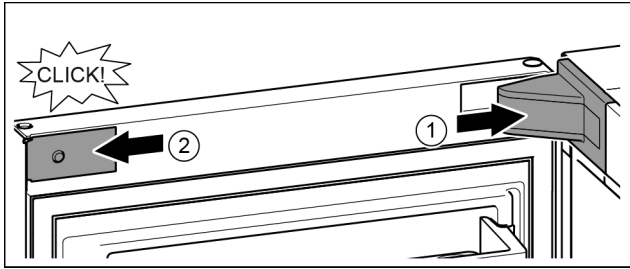

Fig. 24
- ▶ Встановіть та зафіксуйте кришку опорного кронштейна, у разі необхідності – обережно розтисніть. Fig. 24 (1)
- ▶ Встановіть збоку і зафіксуйте накладку. Fig. 24 (2)